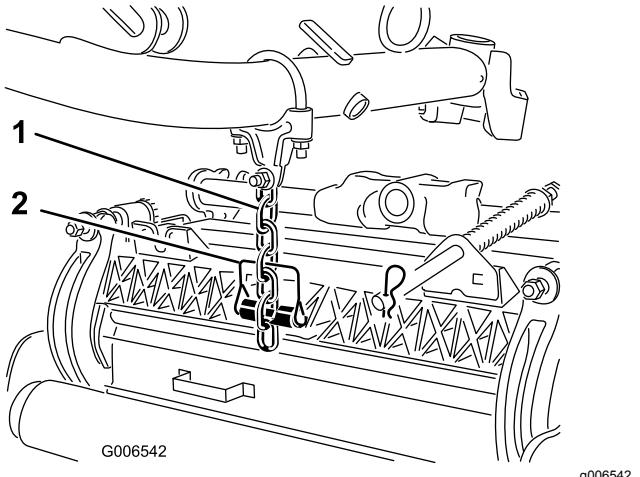

Figura 13
8. Sujete la cadena del brazo de elevación al soporte de la cadena (Figura 13) con el pasador de seguridad, según se indica a continuación: